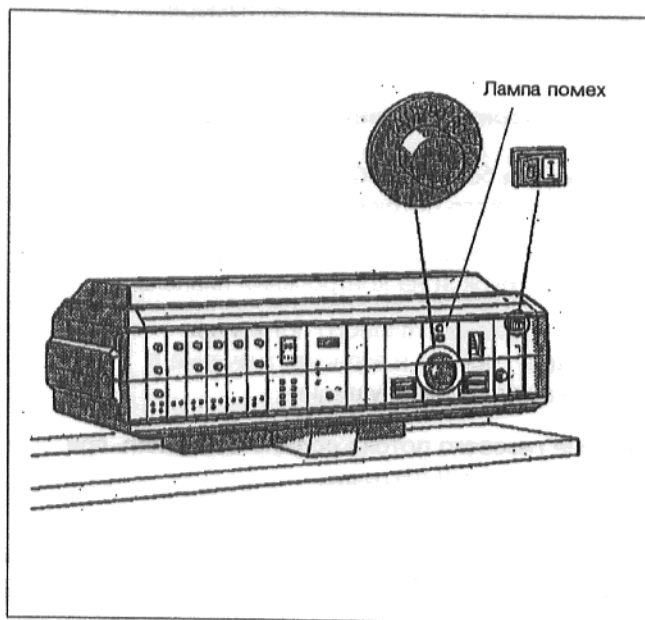

Рис.3
- Установить переключатель "Работа" (рис.3) в положение I (ВКЛ).
- Установить регулятор температуры подающей линии котла (рис. 3) в положение "AUT".
- Настроить регулятор температуры подающей линии котла (рис. 3) на желаемую температуру.
Загорается лампа неисправности на устройстве управления над регулятором температуры подающей линии котла (рис. 3).
- Нажать кнопку подавления помех (рис.3а).
- Установить переключатель "Работа" (рис. 3) в положение 0 (ВЫКЛ).
Рис.3а